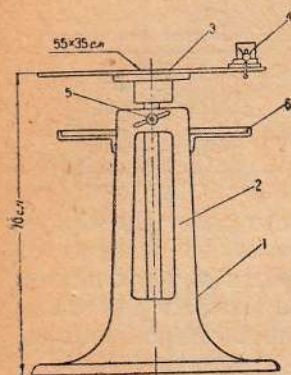

Рис. 2
2. Стенд-колонка (рис. 2) имеет то же назначение.